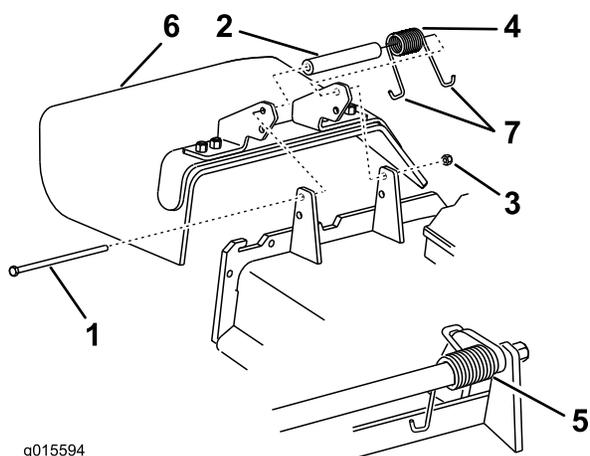

Figura 90
1. Retire a porca de bloqueio, o parafuso, a mola e a cunha que fixam o deflector aos apoios de articulação (Figura 90).
Nota: Certifique-se de que a extremidade em J de mola está montada por trás da extremidade da plataforma antes de colocar o parafuso como apresentado em Figura 90.
6. Coloque uma extremidade em gancho J da mola em torno do deflector de relva (Figura 90).